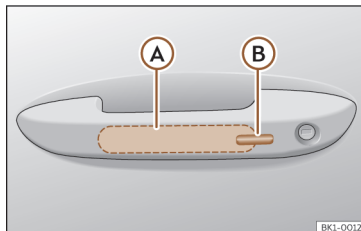

Fig. 77 Manípulo da porta: superfícies sensoras.
>>> **Fig. 77**
- Toque na superfície sensora >>> **Fig. 77 B** situada no lado exterior do manípulo da porta. Todos os indicadores de direção piscam uma vez.
- Antes de passarem 5 segundos, toque uma vez no sensor do lado exterior do manípulo da porta >>> **Fig. 77** . Ao fazê-lo, não agarre o manípulo. O sistema Keyless Access fica desativado temporariamente.